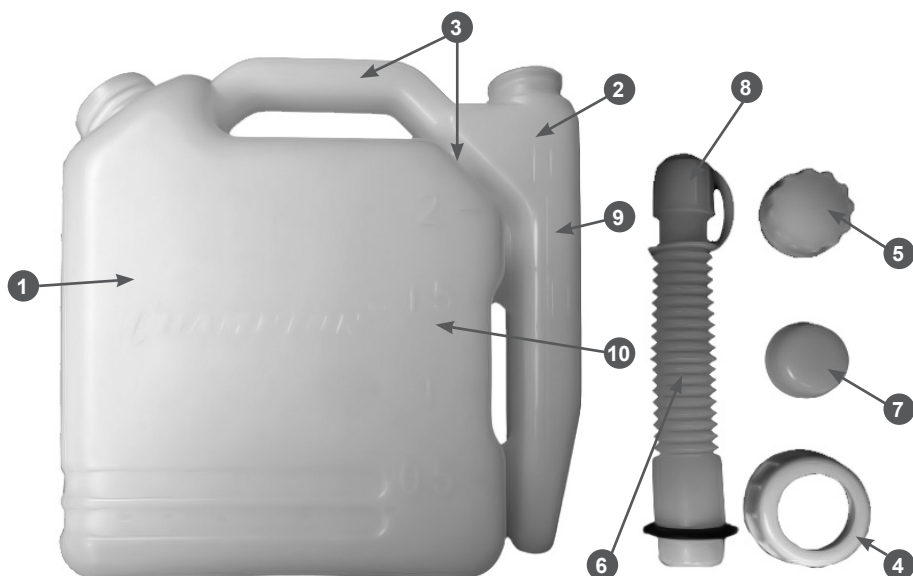

Рис. 1
Для приготовления топливной смеси в емкостях С1010, С1011 (Рис.1) необходимо выполнить следующее:
2. Определить пропорцию приготовления топливной смеси. На емкости 1 и масляном резервуаре 2 указаны шкалы пропорций 9,10 (Рис. 1). Шкала емкости одна, шкал масляного резервуара 4. На одной стороне 25:1 и 50:1, на другой 20:1 и 40:1.
4. Снять крышки 4, 5 и заглушку 7 (Рис.1).
5. В емкость 1 (Рис.1) залить бензин в соответствии с выбранным количеством топливной смеси по шкале 10 (Рис.1).